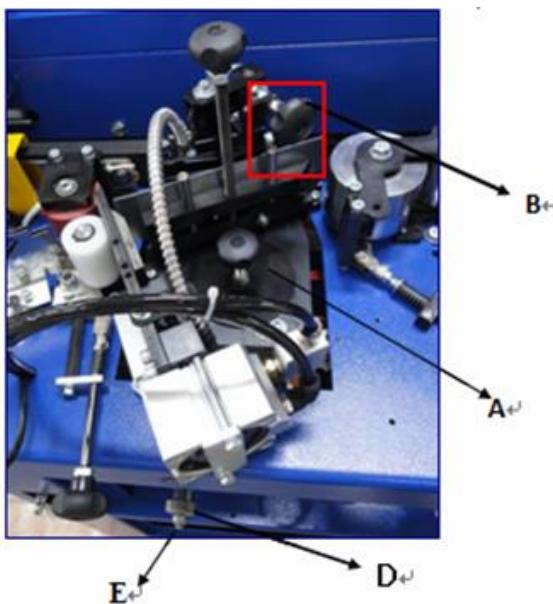

Рисунок 19
A. Заполните клеевую ванну приблизительно на 1 см ниже её края гранулированным клеем A (рис. 19).
Во время облицовки проверяйте уровень клея в ванне, и, если необходимо, наполняйте до уровня, указанного точкой **A** (рис. 19).
Д. Ручка **D** используется для перемещения клеевой ванны. Вперед или назад. Она затянута на заводе, чтобы избежать повреждений при транспортировке. Для использования механизма полностью ослабьте ручку, пока не достигните гайки **E**. Гайка **E** отрегулирована на заводе и её положение **НЕЛЬЗЯ** изменять (рис. 19).